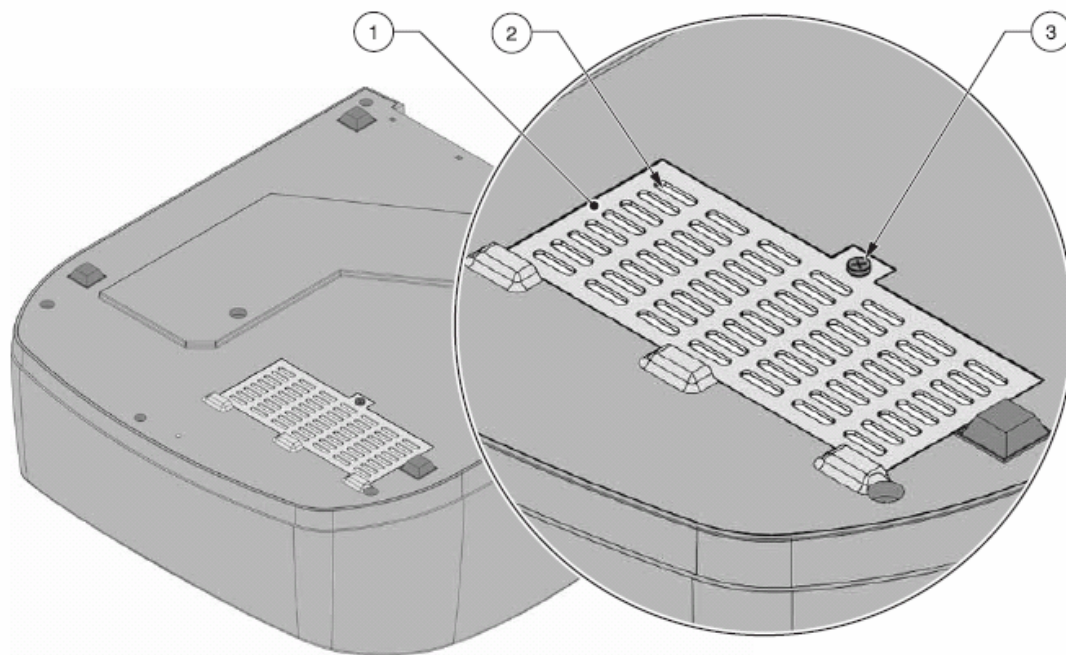

图6 DR 5000底部的空气滤网
2. 使用螺丝刀（标准或Phillips的）拧开固定螺丝（第104页图6中组件3）。
3. 打开空气滤网固定垫（第104页图6中组件1）。